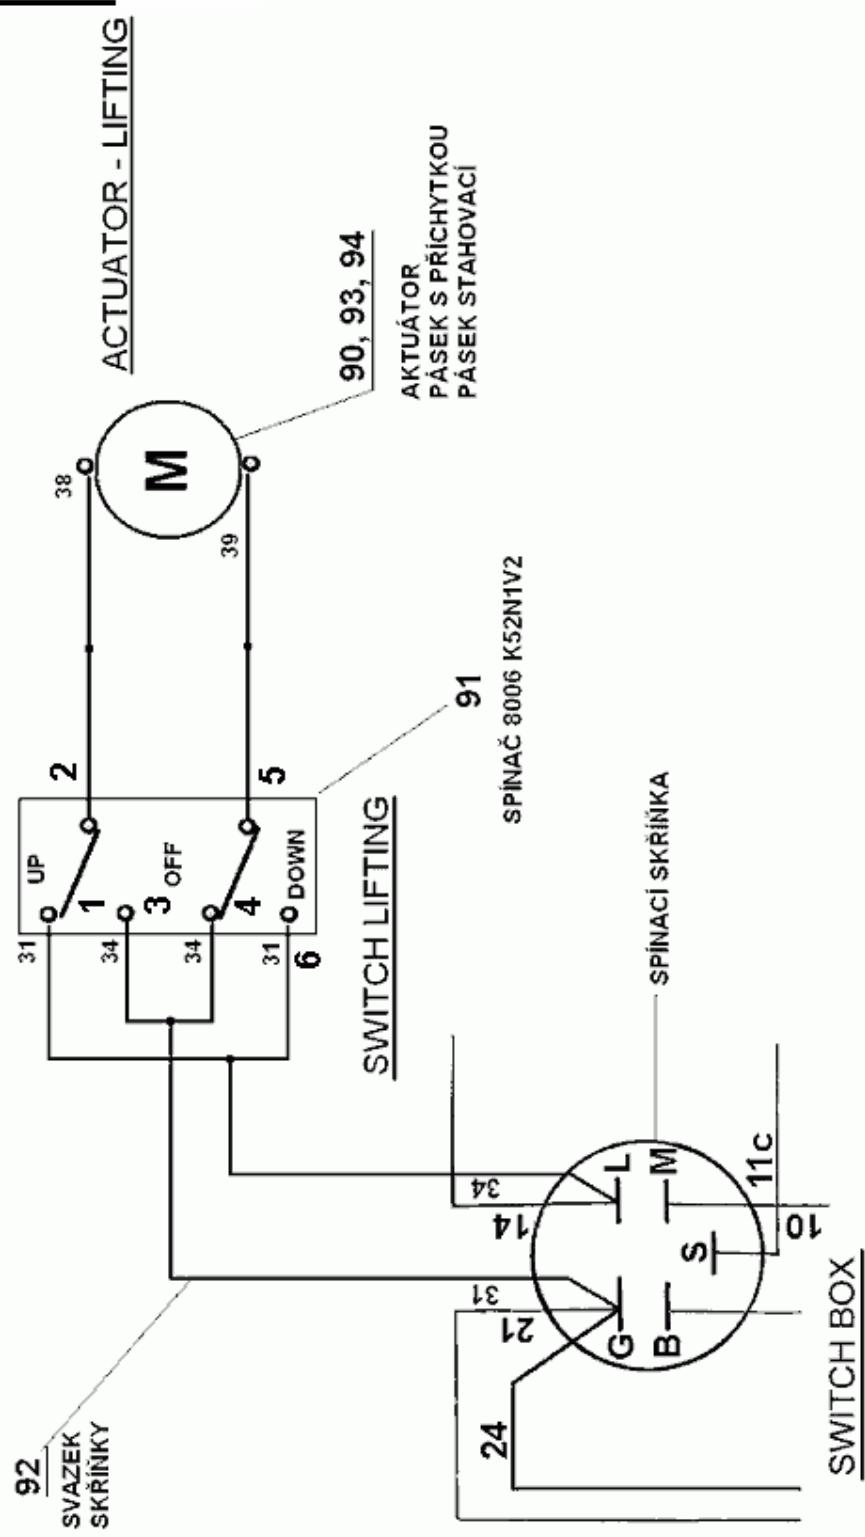

Abb. 13
- der Stromleiterausgang unter der Platte schalten Sie laut beigelegten Schema an **Bild 13/**